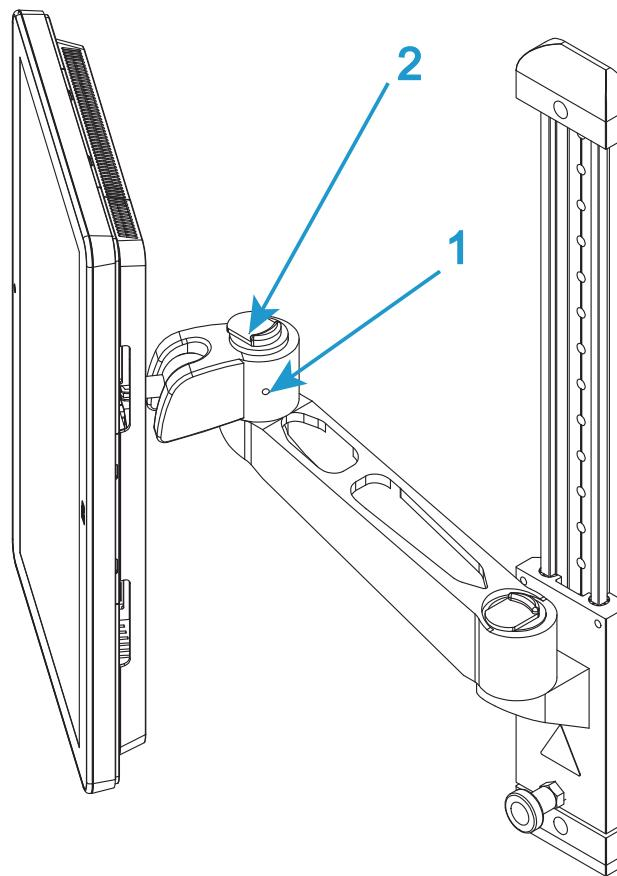
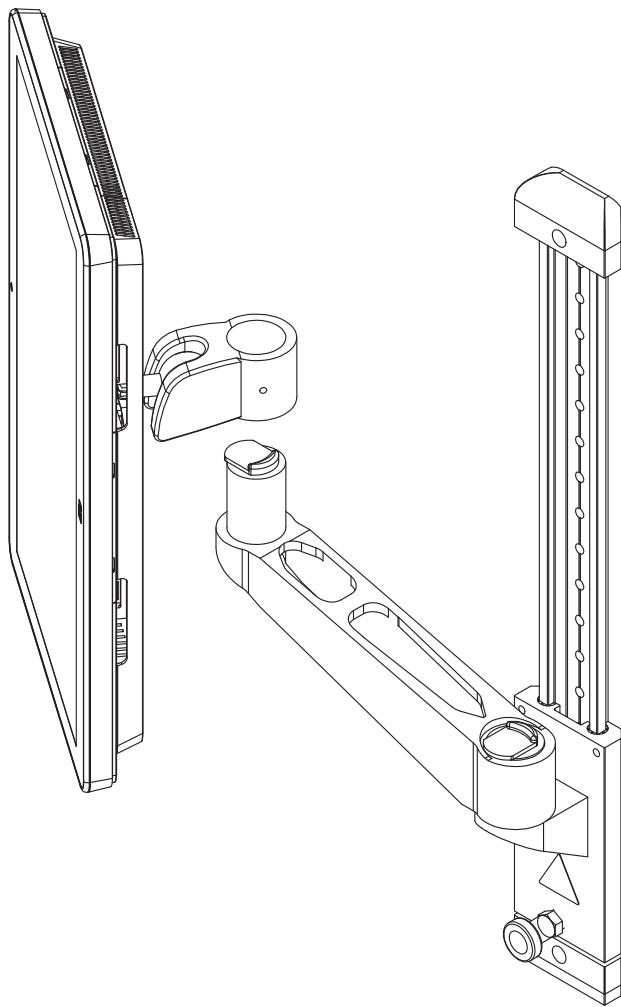

図10. 取り付けアーム
図11. 持ち上げて取り外す
3. 必要に応じて、取り付けアームの「継手部分」の側面にある固定ねじを緩めます (51 ページの図 10 の 1)。
4. 「継手部分」上部のリリース機構 (51 ページの図 10 の 2) を操作して Bluehill® オペレータ ダッシュボードを持ち上げ、取り付けアームから外します (52 ページの図 11)。